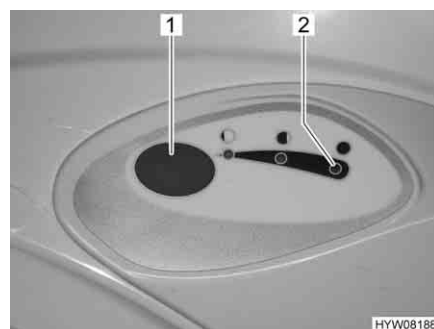

Fig. 174 Pulsante dello sciacquone/spia di controllo toilette Thetford
- Per sciacquare premere il pulsante blu (Fig. 174,1).
La spia di controllo (Fig. 174,2) si accende quando il serbatoio fecale deve essere svuotato.